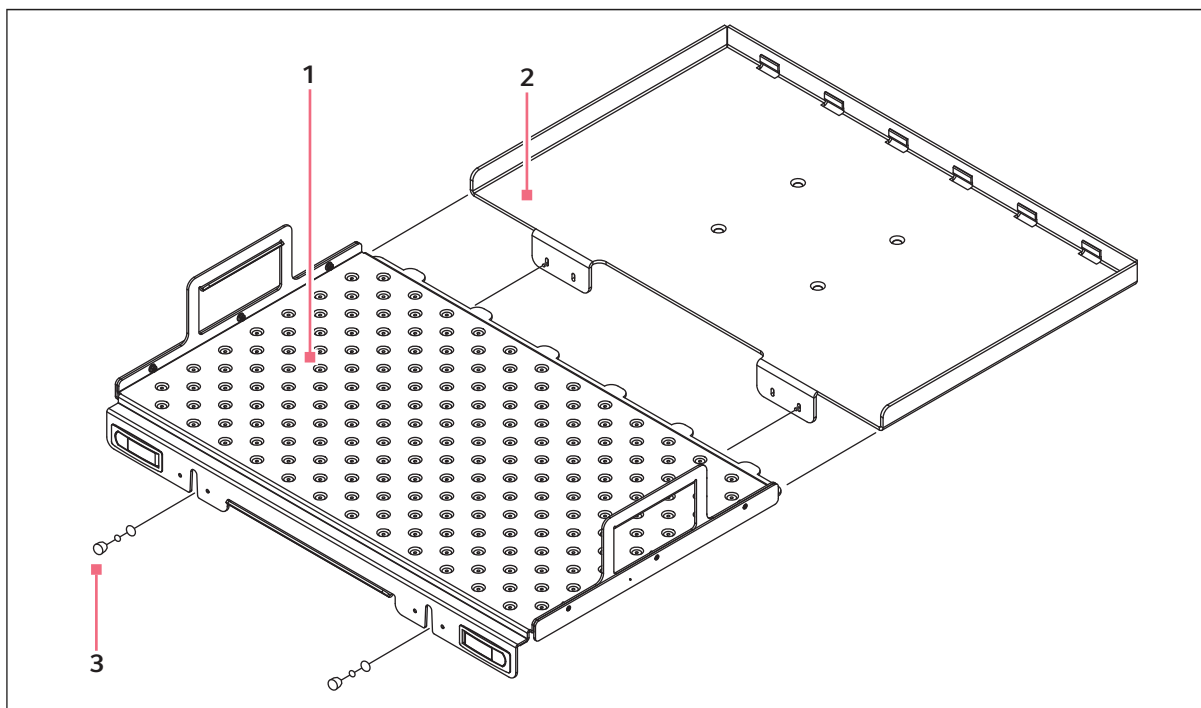

Fig. 4-16: Installazione della piattaforma
4. Utilizzando le rispettive impugnature laterali (vedi Fig. 4-16 a pag. 33), sistemare la piattaforma sulle guide presenti sulla parte piatta della porta aperta.